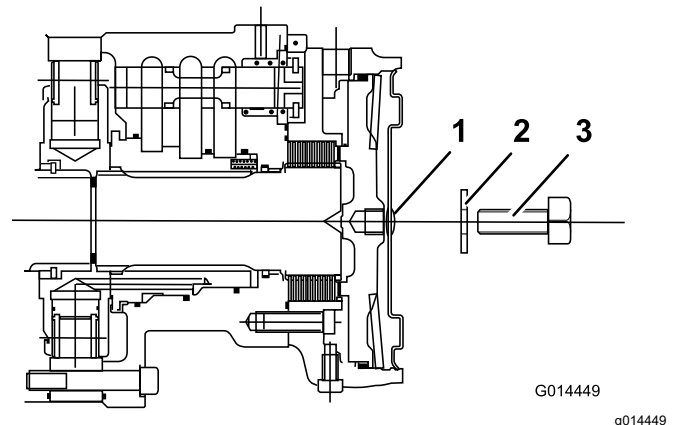

Figura 37
4. Introduzca un tornillo de ajuste M12 x 40 mm de largo y una arandela en el taladro central de la placa de extremo del motor (Figura 37).
5. Apriete el tornillo de ajuste en el taladro roscado del pistón del freno hasta que el freno quede liberado (Figura 37).
6. Identifique el disco de freno del motor de la rueda delantera izquierda y repita el procedimiento anterior (Figura 37).